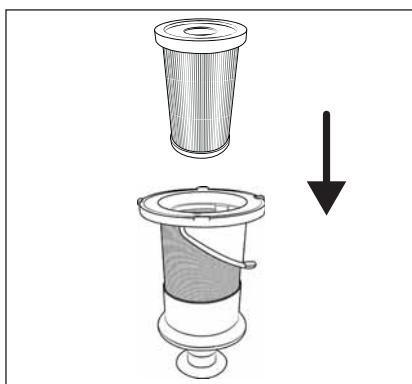

Fig. 22
- Drej ikke filteret af rustfrit stål ⑤, når du sætter det ind i støvbeholderen ⑥. Vær også opmærksom på de to punktmærkinger på filteret af rustfrit stål ⑤ og støvbeholderen ⑥, så filteret af rustfrit stål ⑤ sættes rigtigt ind.
- 7) Sæt HEPA-filteret ④ ind i filteret af rustfrit stål ⑤ (se fig. 22).